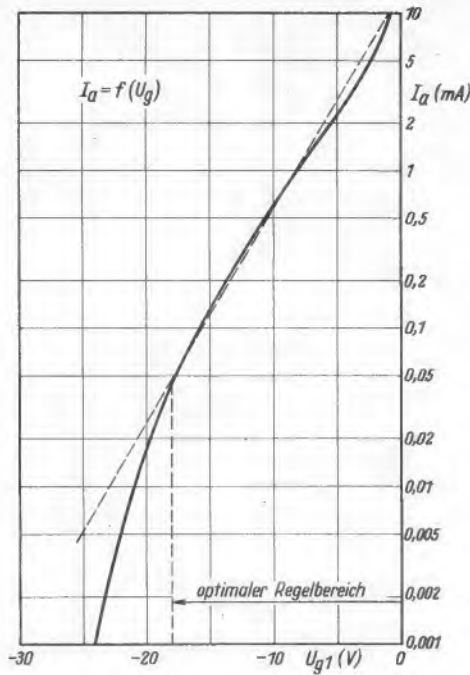

Bild 20. Optimaler Regelbereich
1) Bei jeder einzelnen Röhre darf der „optimale Regelbereich“ nicht überschritten werden (Bild 20).